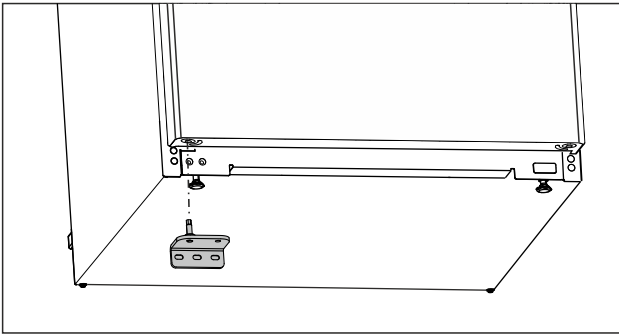

Fig. 21
- ▶ Установите нижний опорный кронштейн на противоположной стороне. (см. Fig. 21)